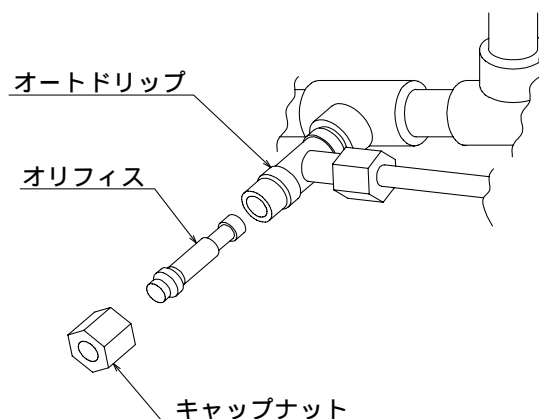
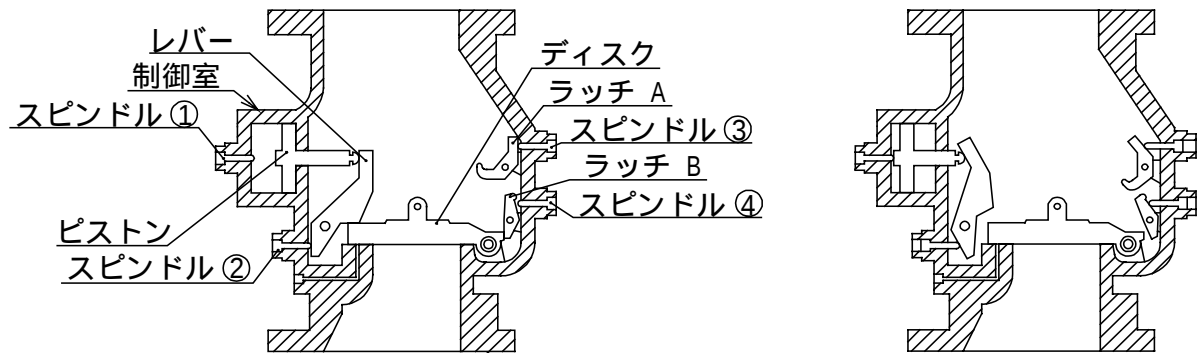
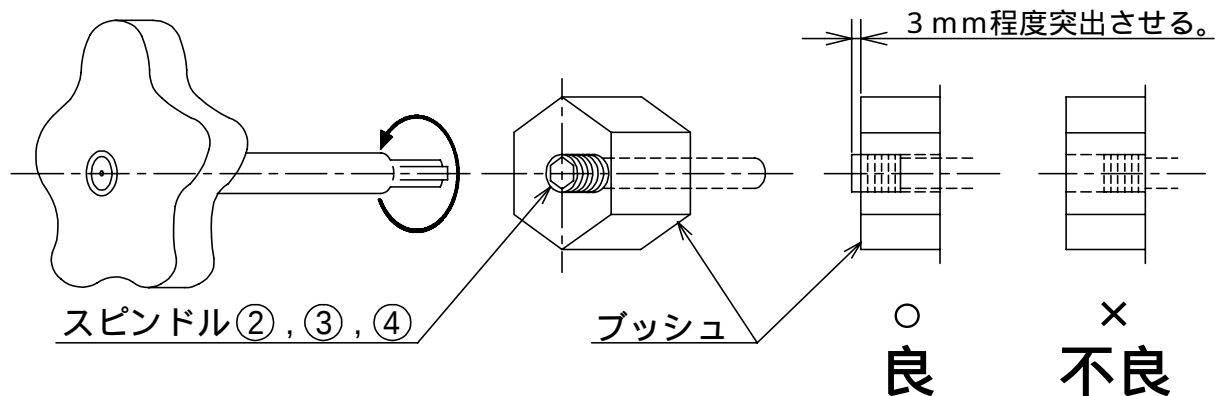

図6. オートドリップ
図7. レバー、ラッチの状態図
図8. スピンドル ③、④ の操作
(2) 予作動弁本体カバー	取外す。
(3) 手動弁	微開にする。
(4) スピンドル	右回転にねじ込む。
(5) ディスク及びシート	ディスクを持ち上げてラッチに引掛け、 内部の清掃を行う。
(6) オートドリップ	オリフィスを取り出し清 掃 す る 。 (11ページの図6参照)
(1) 排水が完了し予作動弁本体の内圧がゼロになっていることを確認してください。
(2) 本体カバーを開ける際、内部の残水が出てくる場合がありますのでバケツ及びウエスなどを準備してください。
(3) 予作動弁本体カバーを開けてください。
(4) 次ページの図7を参照して手動弁を少し開けてからスピンドル を右回転にまわして止まるところまでねじ込んでください。レバーが解除されます。
(5) ディスクを持ち上げて全開にします。この時「カチッ」と音がしてディスクがラッチに引っ掛かりディスクが開放状態となります。
(6) ディスク及びシートの清掃を行ってください。
(7) 下図6を参照しオートドリップのオリフィスを抜き出して清掃を行ってください。
清掃が終わりましたら、図7・図8を参照してディスクを着座させてください。